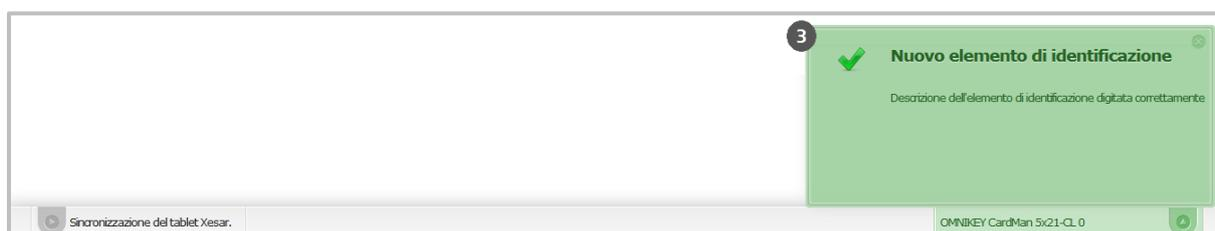

Figura 113: L'elemento di identificazione è stato scritto correttamente
Nella barra di stato viene indicato che la procedura di scrittura è stata eseguita correttamente (3) (Figura 113: L'elemento di identificazione è stato scritto correttamente). L'elemento di identificazione Xesar è quindi pronto per l'utilizzo.